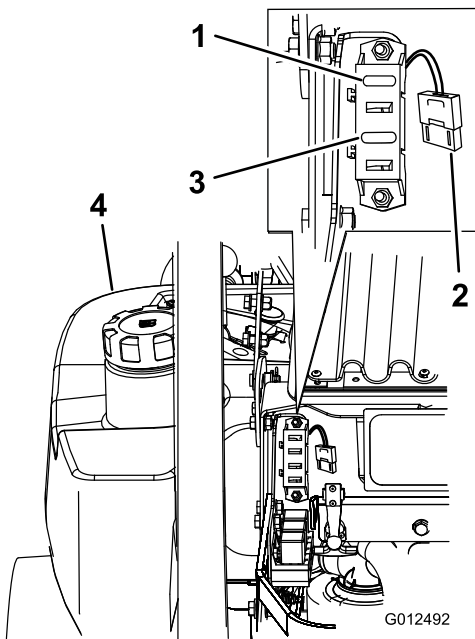

Figure 56
1. Déverrouillez et soulevez le capot pour accéder au porte-fusibles (Figure 56).
3. Remplacez le fusible (Figure 56).